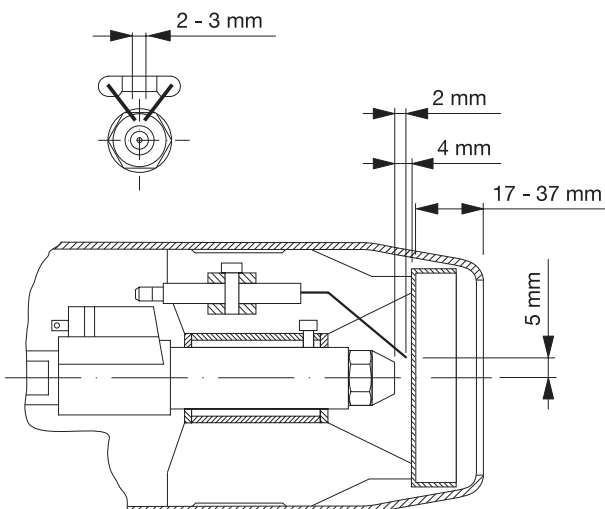

Figure 8
- Ecart entre l'écran réducteur de pression et le gicleur (Cf. fig. 8).
- Vérifier et éventuellement régler les références de position des électrodes d'allumage (Cf. fig. 8). Mettre ensuite le brûleur en position de service et visser la vis de service.